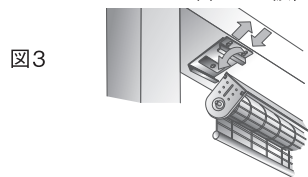

図3
- 4 天井付けの場合: 本体をブラケットの奥側からはめ込み前部プレートを引き本体をブラケットに押し付け、プレートを押し戻して仮固定して下さい。(図3)